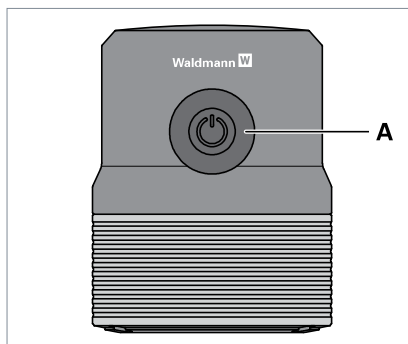

Fig. 5: Taste.
- Um die Leuchte ein- und auszuschalten betätigen Sie die Taste **A** auf der Oberseite des Leuchtenkopfs, siehe Fig. 5.
- Um in den Dimmmodus zu wechseln, drücken Sie die Taste **A** und halten Sie diese für 10s gedrückt, siehe Fig. 5.